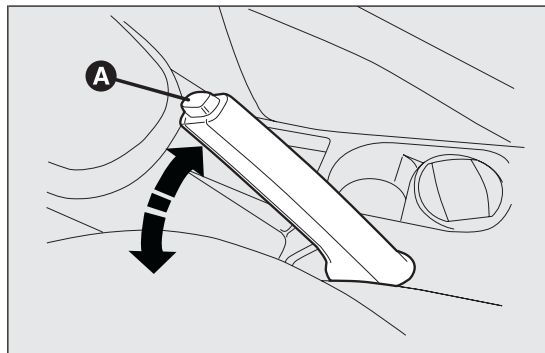

fig. I 36
- ☐ sollevare leggermente la leva e premere il pulsante di sblocco A fig. I 36;